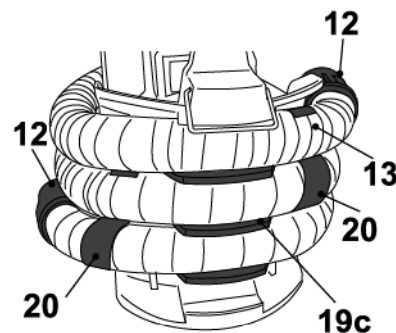

Fig. 6
- > Este produto é fornecido com uma mangueira de ar (13). É bloqueado na posição por dois cliques de ligação de mangueira (20) e o suporte de mangueira de ar (19c) para a segurança do transporte. Retirar a mangueira de ar (13) da caixa do motor (16) antes da montagem e operação (Fig. 6).